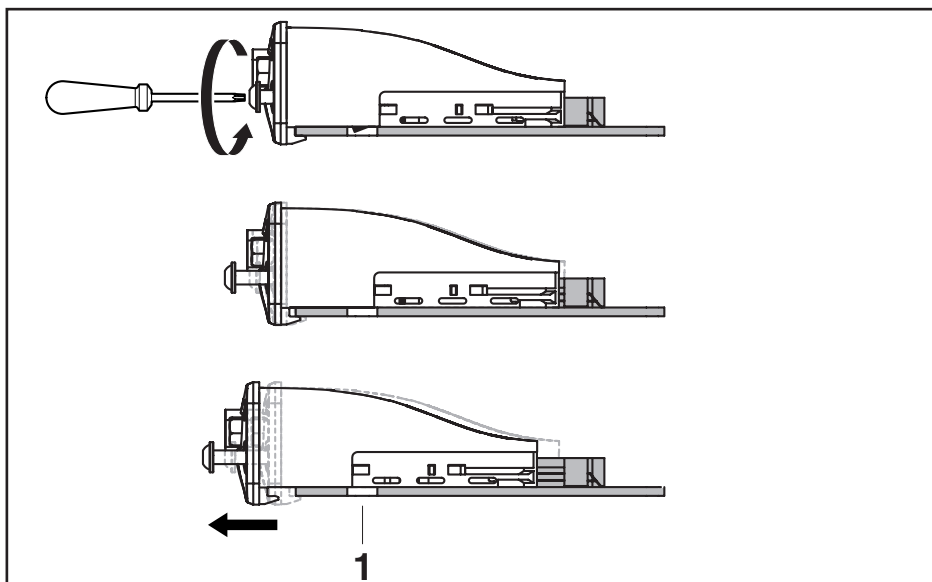

Fig. 4: Allentare il bloccaggio
2. Svitare le viti torx frontali. Solo dopo aver eliminato completamente il bloccaggio (ved. Fig. 4) il modulo interfaccia IMpdp può essere estratto.